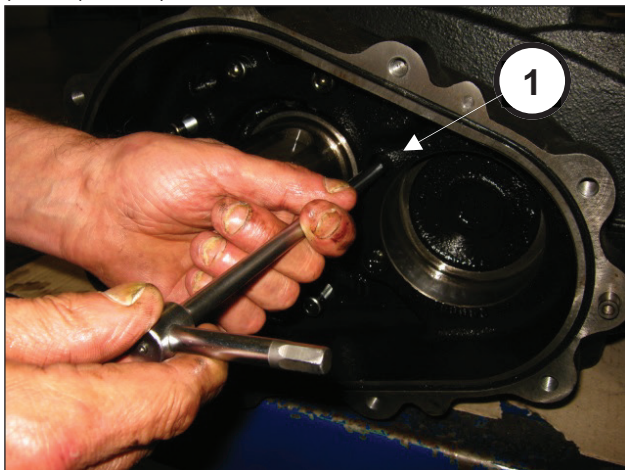
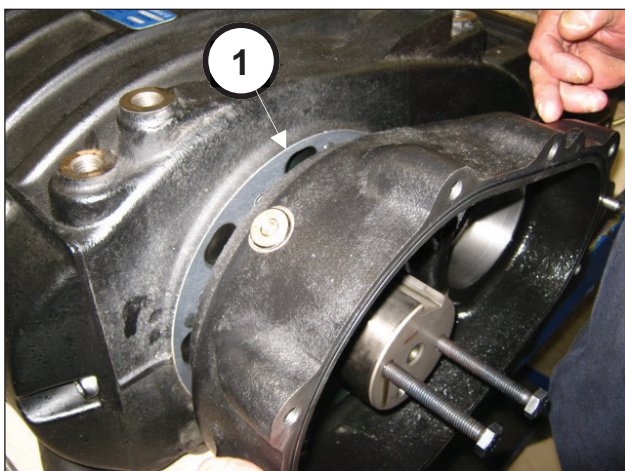

Рис. 22
Рис. 23
На противоположной стороне открутите винты крепления коробки редуктора (поз. ①, Рис. 22) и затем снимите ее (поз. ①, Рис. 23).